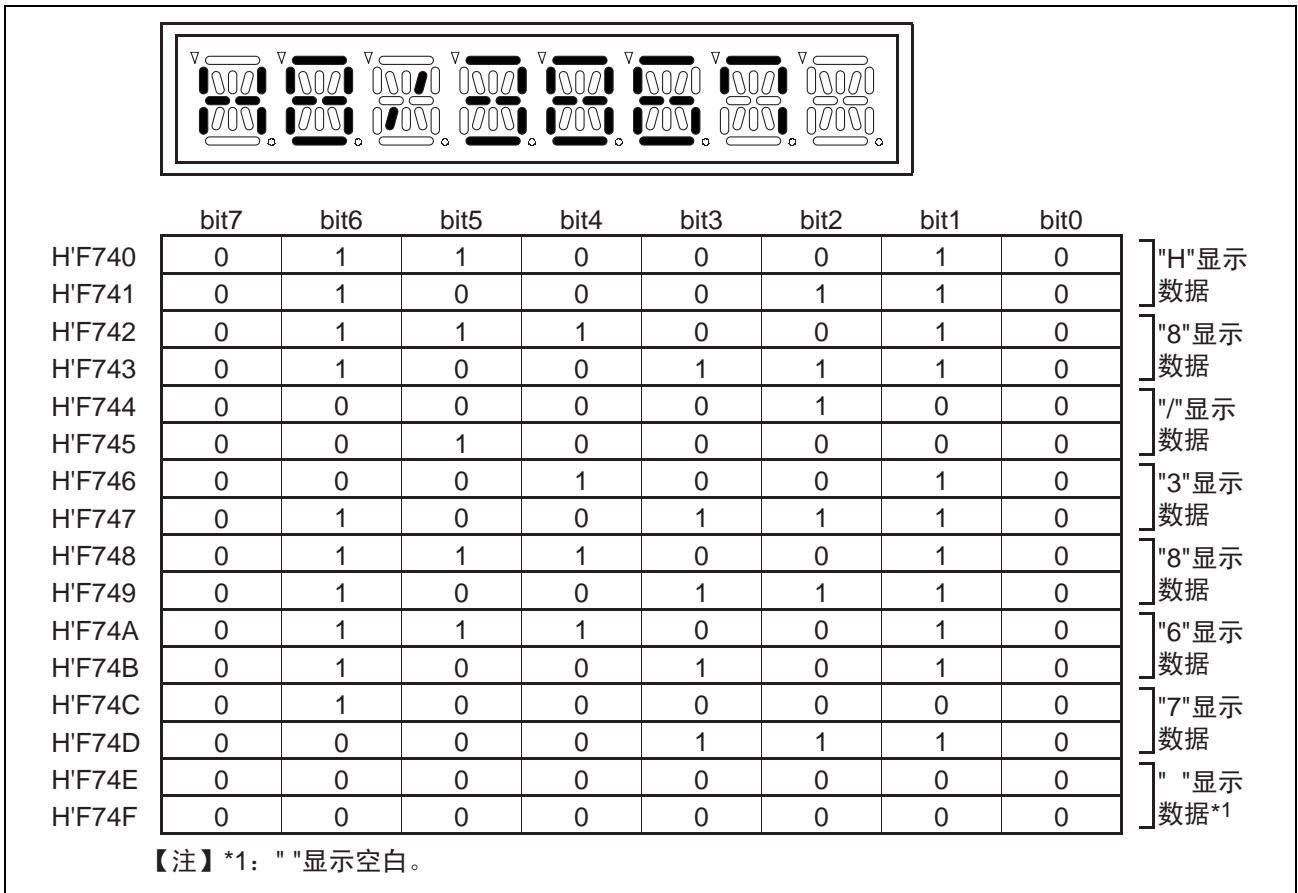

图 5 LCD 显示和 LCD RAM 设定值的关系
(6) 本例子使用的 8 位 16 段 LCD 显示和 LCD RAM 设定值的关系如图 5 所示。通过如图 5 所示的 LCD RAM 设定，将 "H8/3867" 显示在 8 位 16 段 LCD。